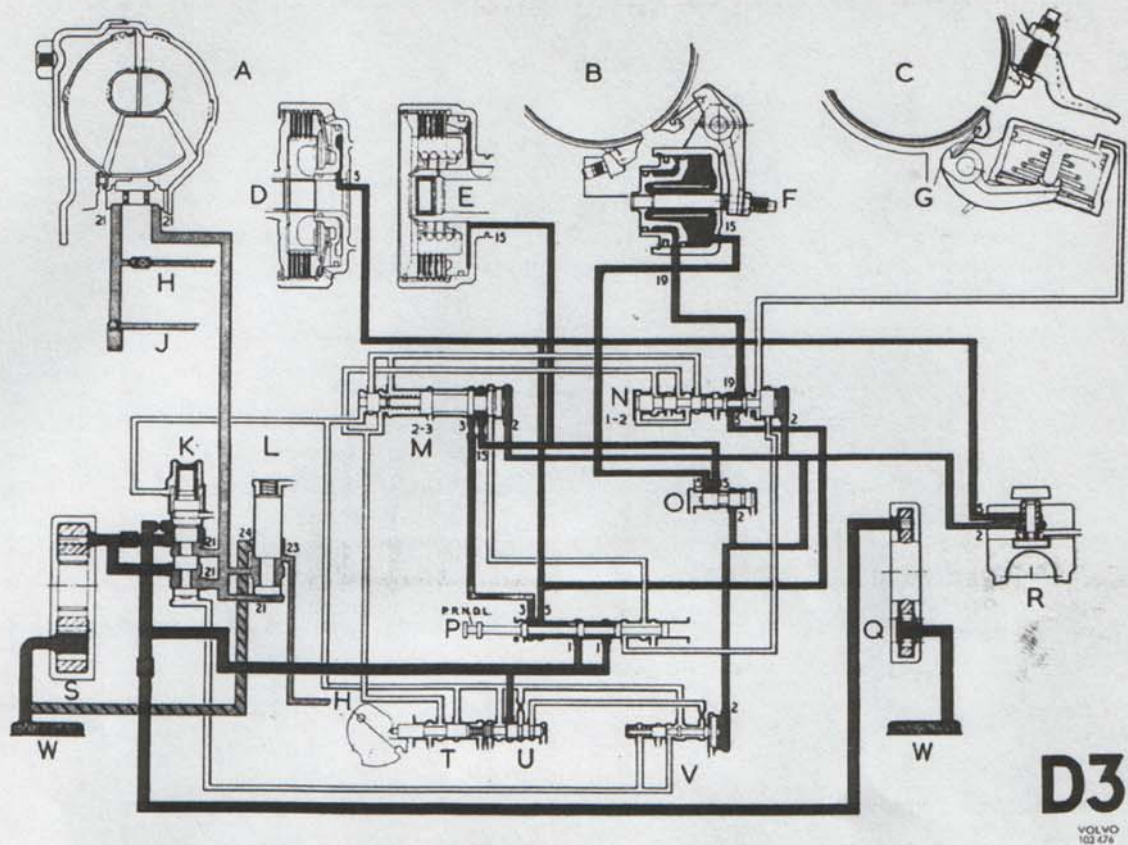

Bild 23. Oljeflöde i 3:e växeln.
**D-läge, 3:e växeln, se bild 23**